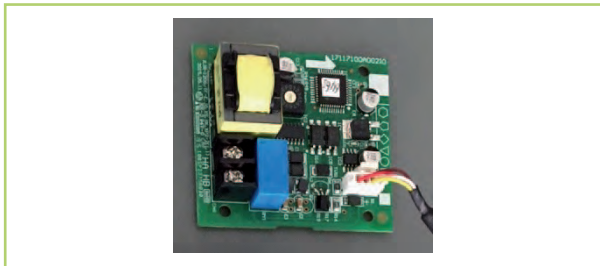

Abb. 4: Anschlussplatine
Im Lieferumfang der Kabelfernbedienung befindet sich eine Anschlussplatine (Abb. 4). Diese wird im Innengerät des Klimagerätes eingesetzt und mit der Steuerplatine verbunden.
1. Befestigen Sie die Anschlussplatine (Abb. 4) im Innengerät oder setzen Sie diese extern. Achten Sie auf eine kurzschlusssichere Installation.